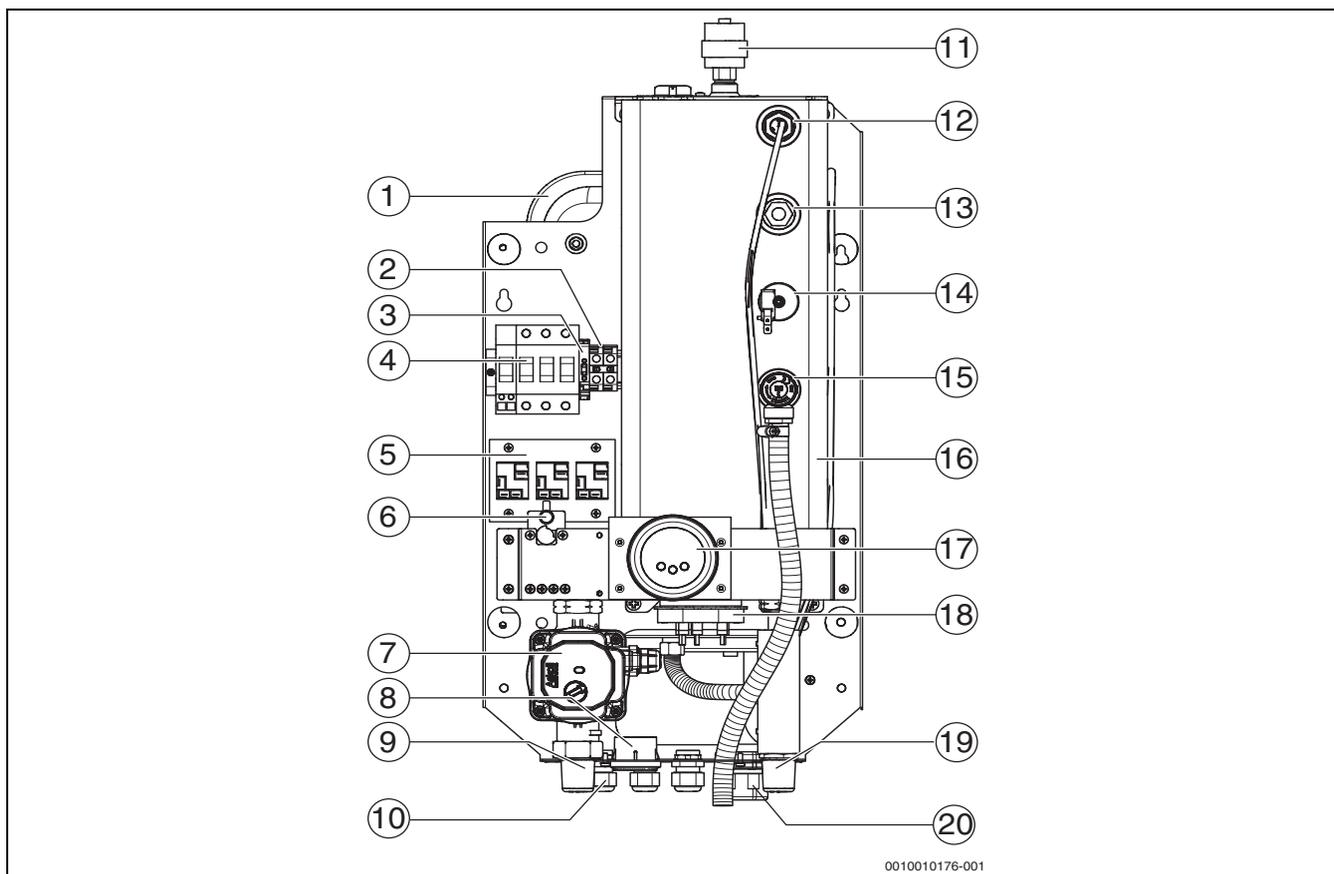

Рис. 1 Функциональные элементы котла Tronic Heat 3500 4–12 кВт
- ▶ Не перекрывайте предохранительный клапан (→ Рис. 1, стр. 7, [15])